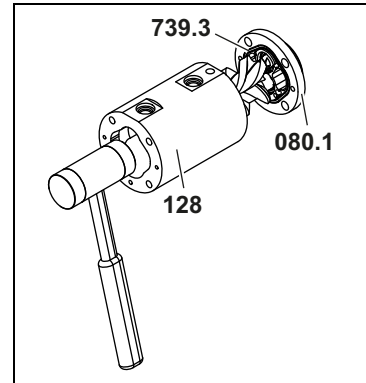

Abb. 13
2. Mit leichten Schlägen eines Kunststoffhammers Spindelsatz zusammen mit Lagerdeckel **080.1** aus dem Messgehäuse **128** austreiben und herausziehen, siehe Abb. 13, Seite 35.